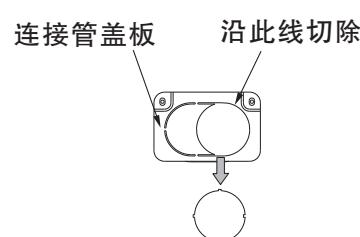

图21
- 底座底面预留孔（下引出时）详细图见图22，用锯子锯断引出口与底座的搭连处；连接管盖板的处理方法（左右和后引出时）详细图见图21。